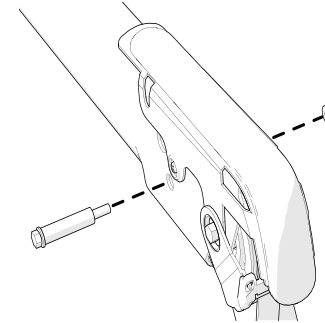

Рисунок 3
3. Закрепите болт с помощью гайки **1** (см. рисунок 3). Частично затяните.